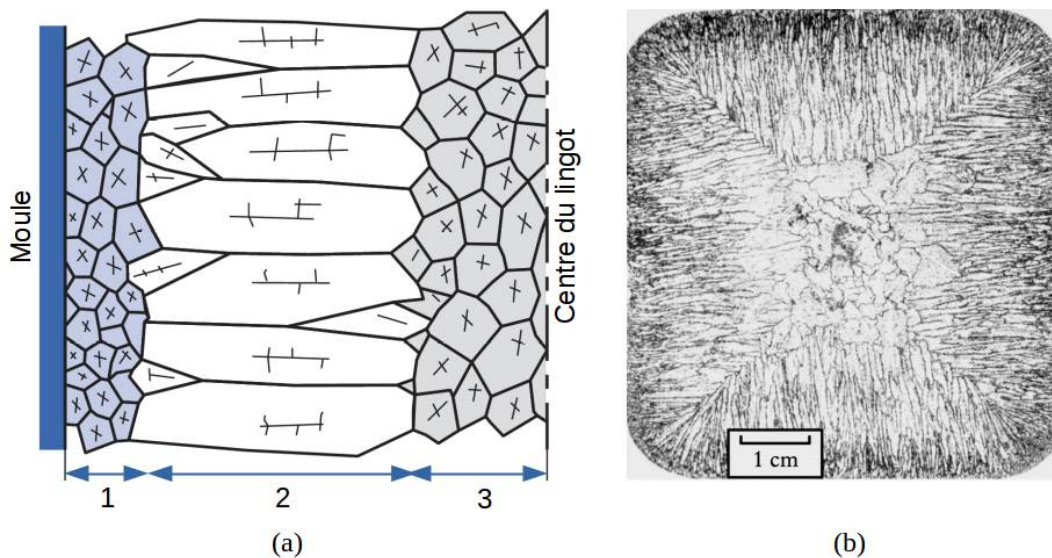

FIGURE 6 : Microstructure a) schématisée et b) réelle dans un lingot d'acier. 1- Zone de peau ; 2- Grains colonnaires ; 3- Grains dendritiques équiaxes.
La coulée d'un lingot d'acier de section carrée conduit à la microstructure montrée à la Figure 6. En contact avec la paroi du moule, on forme la zone de peau caractérisée par de petits grains. Ensuite, on observe des grains colonnaires puis, au centre du lingot, on observe des grains dendritiques équiaxes.
- Qu'est-ce qui provoque l'alignement des grains colonnaires dans la zone 2 tel qu'indiqué sur la Figure 6-b ? (4 points)